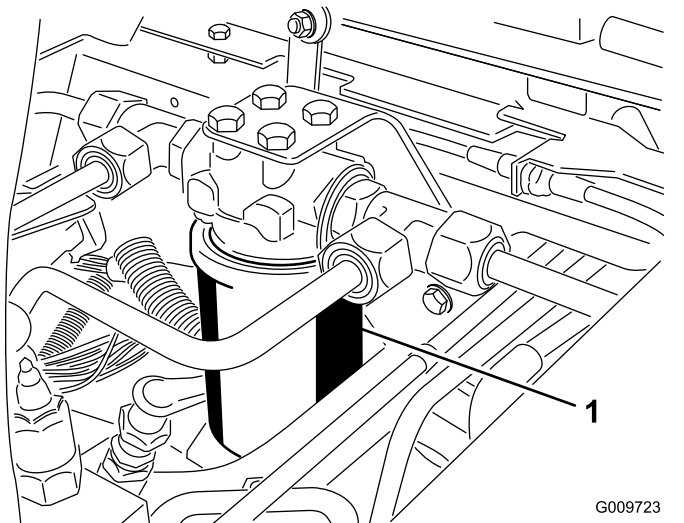
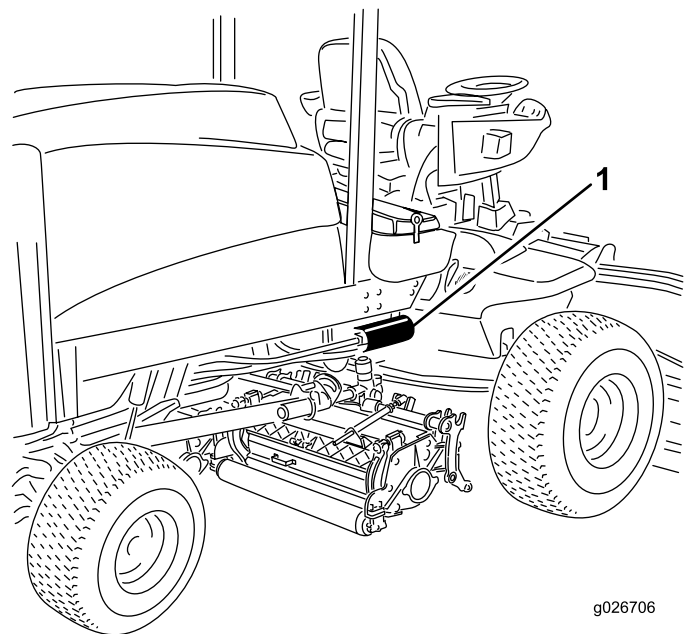

Figure 101
Figure 102
3. Placez un bac de vidange sous le filtre et déposez le filtre (Figure 101 & Figure 102).